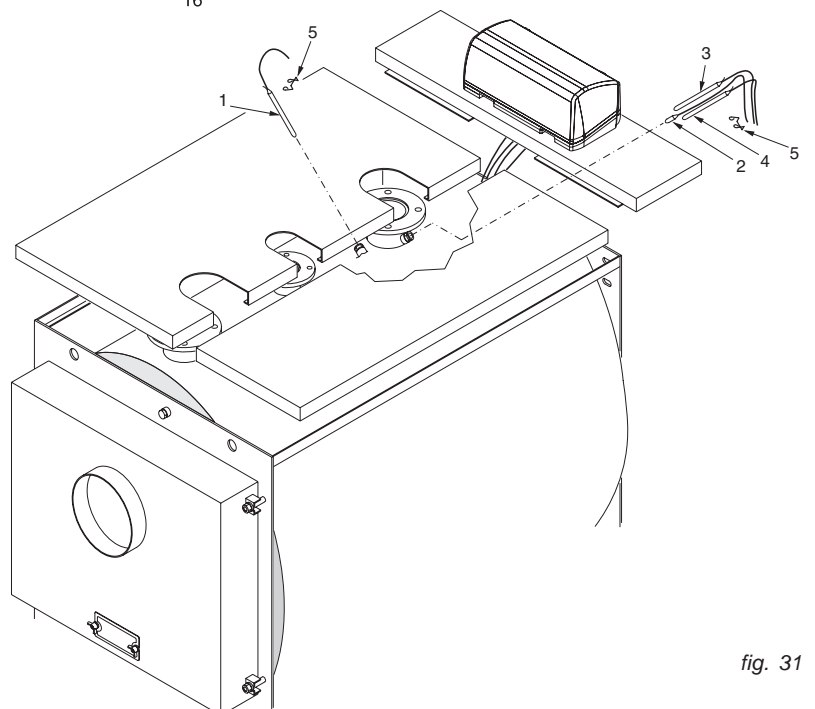

fig. 31
- F) Insérer dans le(s) doigt(s) de gant supérieur(s) les bulbes des sondes de régulation comme indiqué dans la fig. 31 et effectuer ensuite les raccordements électriques (alimentation 230V-50Hz, brûleur, pompes...). Refermer ensuite le tableau de commande.